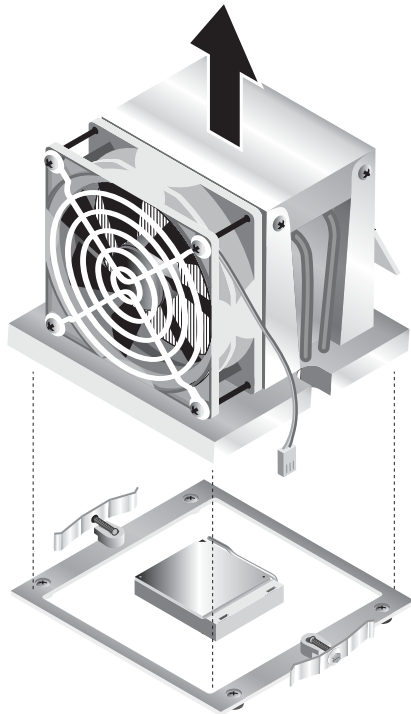

図 4-9 ヒートシンク／ファンアセンブリの取り外し
7. ヒートシンク/ファンアセンブリを垂直に持ち上げ、ボードから引き抜きます (図 4-9 を参照)。